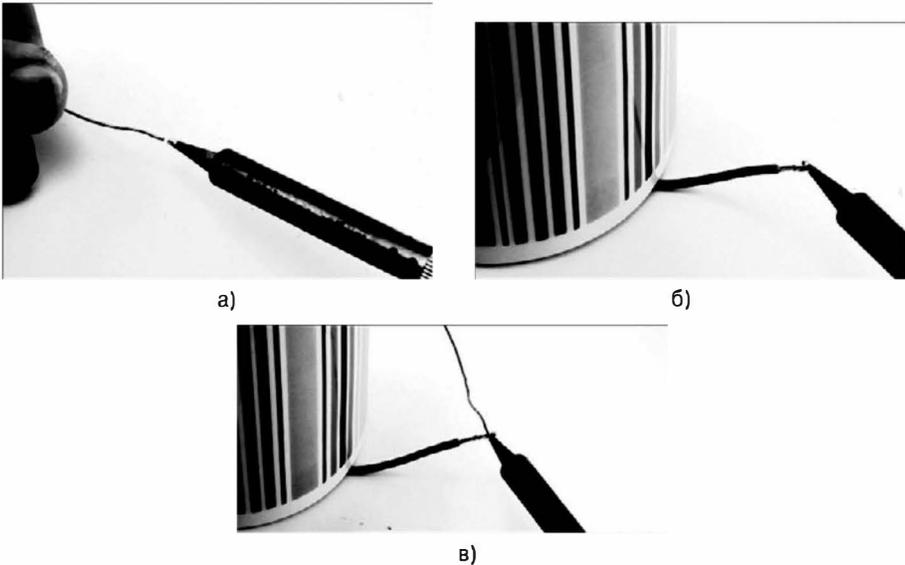

Рис. 1.6. Облуживание провода
Перед тем как соединить два провода в монолитную конструкцию, неплохо вспомнить основы работы с паяльником и припоем. Если вам ранее не доводилось паять, то взгляните на рис. 1.6, а–в, чтобы познакомиться с основными этапами процесса.
3. Прикоснитесь жалом паяльника к припою, чтобы покрыть его припоем (или облудить), как показано на рис. 1.6, а. Как только припой растечется по жалу, оно приобретет ярко выраженный металлический блеск. Если припой не плавится при прикосновении жала, то это означает, что паяльник еще не разогрелся до нужной температуры. Если капля припоя не растекается по жалу, то это значит, что паяльник грязный и его нужно еще раз почистить о губку или мягкую ткань.
4. Прикоснитесь жалом паяльника к зачищенному концу провода и удерживайте его в этом месте в течение нескольких секунд (рис. 1.6, б).
5. Прикоснитесь проволокой из припоя к нагретому паяльником проводу недалеко от жала. Припой растечется по всей длине зачищенного конца провода (рис. 1.6, в).